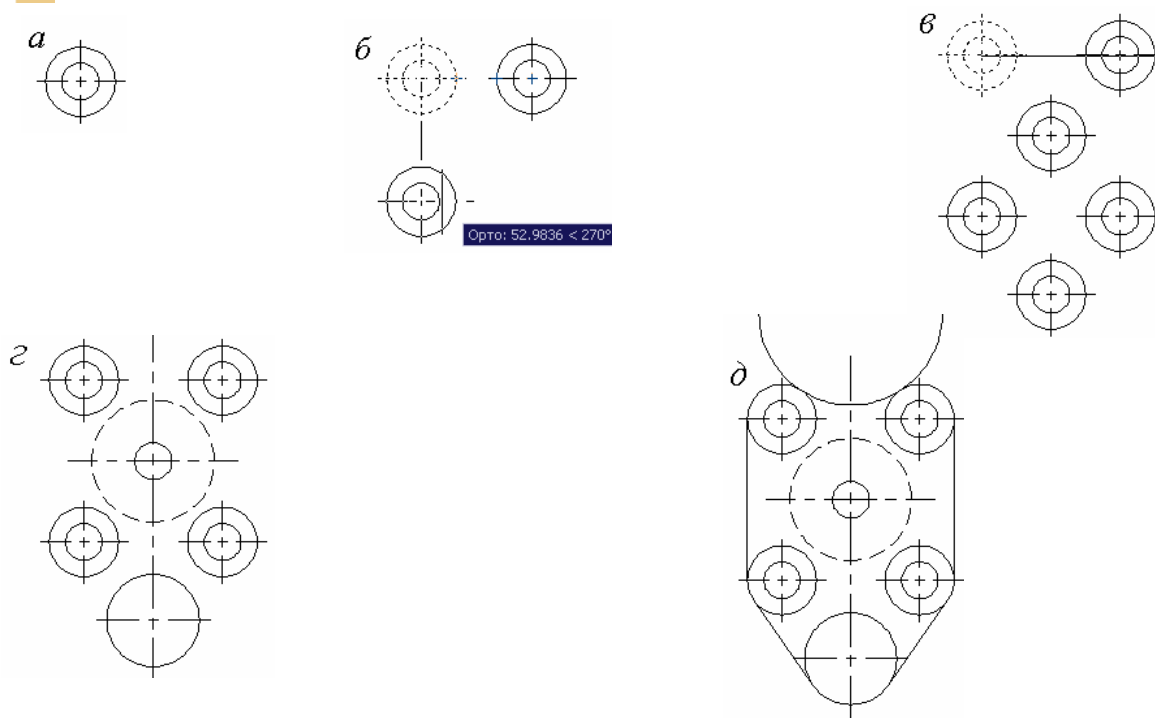

Рис. 4.2. Побудова плоскої фігури
2. Відкривають шар **Резервний** або шар **Допоміжний**, викреслюють два кола діаметром $\varnothing 16$ і радіусом $R15$ (рис. 4.2, а).
Координати точки можна задавати вибором довжини відрізка за напрямком, визначеним графічним курсором (рис. 4.2, б). У командний рядок досить увести тільки відстань. Більш раціонально це виконують відносним введенням координат (рис. 4.2, в), для цього по черзі вводять відносні координати центрів усіх отворів:
5. Будують нижнє коло радіусом $R20$ (рис. 4.2, г).
6. Відкривають шар **Невидимий** і викреслюють коло діаметром $\varnothing 53$ пунктирною лінією (рис. 4.2, з).
7. Знову відкривають шар **Резервний** або шар **Допоміжний** і починають викреслювати за допомогою піктограми **Отрезок** контур заданої фігури, з'єднуючи кола $R15$ і $R20$, використовуючи прив'язки **Касательная** (рис. 4.2, з). З'єднання верхніх кіл виконують за допомогою піктограми **Круг**.
Вводять радіус кола 40 і натискають <Enter> (рис. 4.2, д).